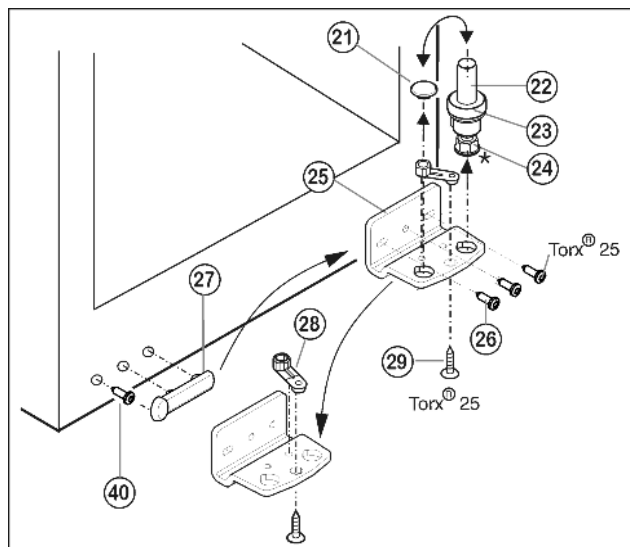
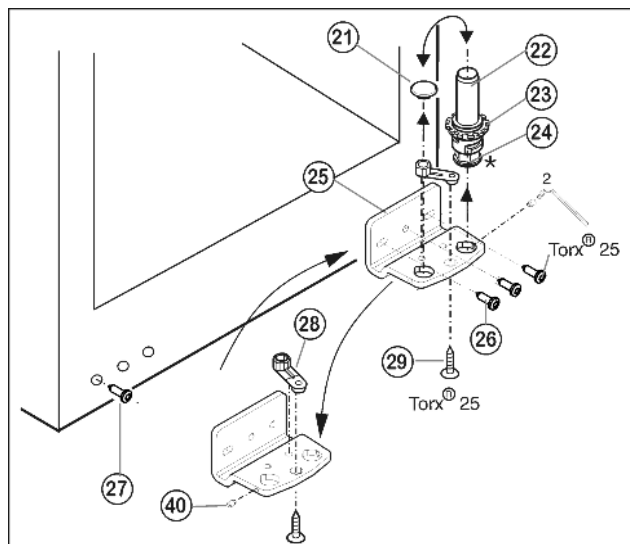

Fig. 5
Fig. 6
- ▶ Извлеките опорный винт Fig. 5 (22) в комплекте с шайбой Fig. 5 (23) и регулируемой опорой* Fig. 5 (24), вытягивая его вверх.
- ▶ Снимите пробку Fig. 5 (21).
- ▶ Открутите Fig. 5 (26) опорный кронштейн Fig. 5 (25).
- ▶ Открутите Fig. 5 (29) опорную деталь Fig. 5 (28) и, переставив в отверстие на противоположной стороне опорного кронштейна, снова прикрутите.
- ▶ Осторожно снимите и переставьте на противоположную сторону крышку со стороны ручки Fig. 5 (27) и винт Fig. 6 (40).
- ▶ Снова прикрутите опорный кронштейн Fig. 5 (25) на новой стороне шарнира (**с моментом 4 Нм**). При необходимости используйте аккумуляторный шурупверт.
- ▶ Переставьте пробку Fig. 5 (21) в свободное отверстие.
- ▶ Вновь установите опорный винт Fig. 5 (22) в комплекте с шайбой и регулируемой опорой*. При этом фиксатор должен быть направлен назад.
- ▶ Отвинтите установочный винт Fig. 6 (40) приблизительно на один оборот прилагаемым торцевым ключом.
- ▶ Извлеките опорный винт Fig. 6 (22) в комплекте с шайбой Fig. 6 (23) и регулируемой опорой* Fig. 6 (24), вывинчивая его вверх.
- ▶ Снимите пробку Fig. 6 (21).
- ▶ Открутите Fig. 6 (26) опорный кронштейн Fig. 6 (25).
- ▶ Полностью выкрутите установочный винт Fig. 6 (40) и вкрутите на противоположной стороне на нижнем опорном кронштейне, чтобы он был заподлицо с этим кронштейном.
- ▶ Открутите Fig. 6 (29) опорную деталь Fig. 6 (28) и, переставив в отверстие на противоположной стороне опорного кронштейна, снова прикрутите.
- ▶ Переставьте пробку Fig. 6 (21) в свободное отверстие.
- ▶ Выкрутите болт Fig. 6 (27) и переставьте его на противоположную сторону.
- ▶ Снова прикрутите опорный кронштейн Fig. 6 (25) на новой стороне шарнира (с моментом 4 Нм). При необходимости используйте аккумуляторный шурупверт.
- ▶ Вновь установите опорный винт Fig. 6 (22) в комплекте с шайбой и регулируемой опорой*.
- ▶ Затяните установочный винт Fig. 6 (40).
- ▶ Установите дверцу сверху на нижний опорный палец Fig. 6 (22).
- ▶ При необходимости выровняйте дверцы через два продольных паза в нижнем опорном кронштейне Fig. 6 (25) параллельно корпусу устройства. Для этого выкрутите средний винт.